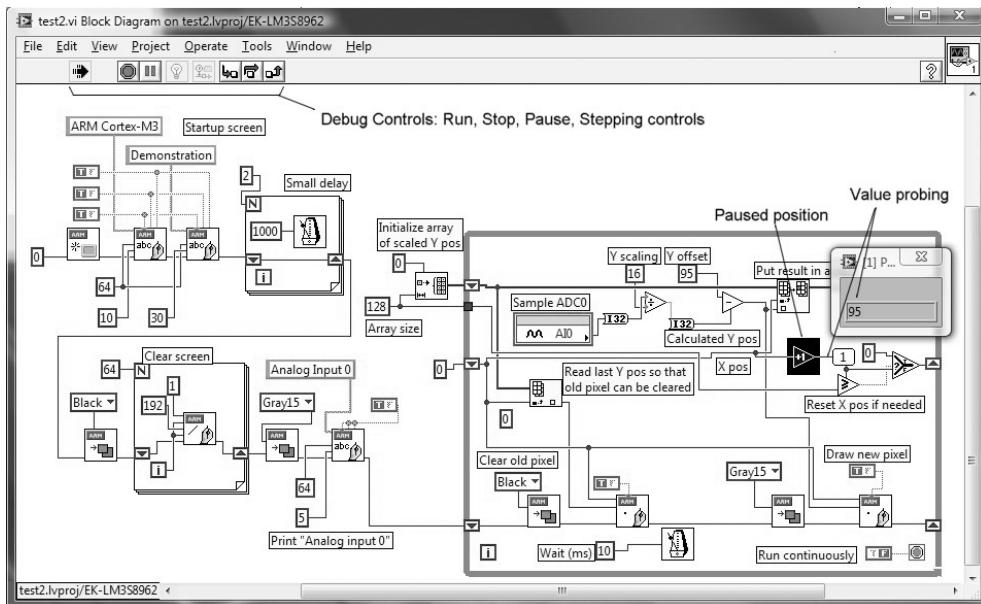

Рис. 21.14. Отладка по блок-схеме VI.
- **Отладка.** Среда LabVIEW позволяет отлаживать приложения. Во время симуляции или тестирования проекта вы можете использовать среду разработки VI в качестве отладчика, контролируя значения переменных при останове. В окне представления VI в виде блок-схемы предусмотрены кнопки паузы, пошагового выполнения, а также запуска профилирования значений (Рис. 21.14).